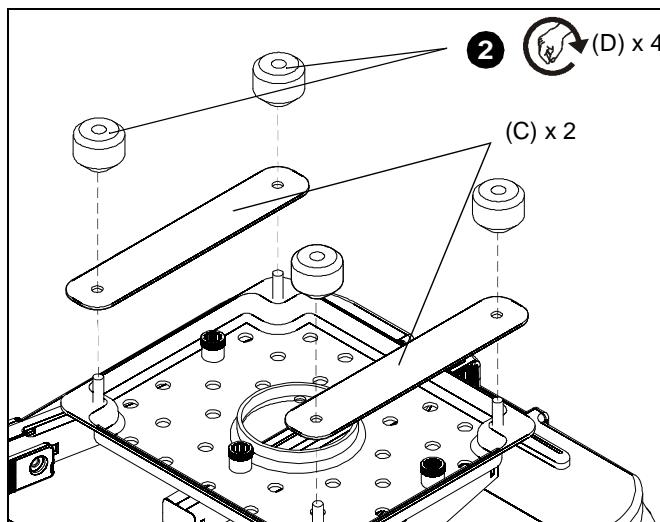

Figure 10
- Installez les pattes de sécurité (C) sur les vis de la plaque principale du SLBU. (See Figure 10)
- Installez en partie des écrous à ailettes (D) aux vis de la plaque principale du SLBU. (See Figure 10)